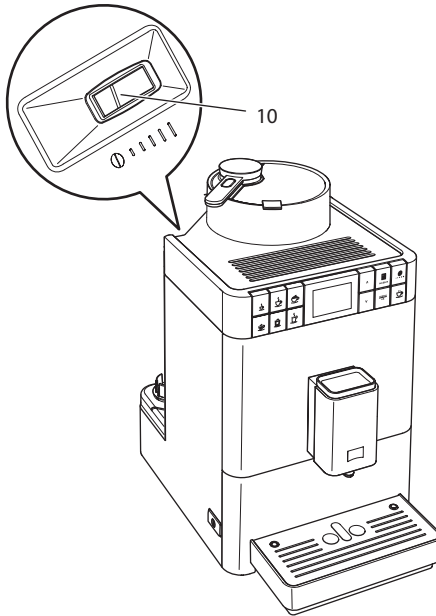

Abb. 18: Hebel für die Einstellung des Mahlgrads
- » Am Gehäuse wird der Hebel "Mahlgradverstellung" (10) sichtbar.
2. Stellen Sie den Hebel nach links oder nach rechts, wie auf Abb. 18 abgebildet.